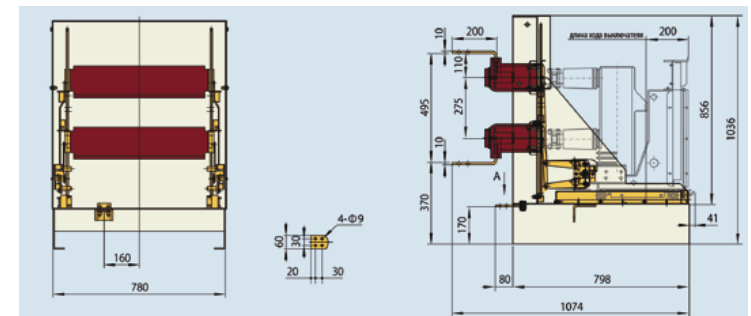

Рис. 6.6 Монтажные размеры ZN63A-12
6.3 Монтажные размеры со съемным выключателем ZN63A-12 и клапаном (см. рис. 6.6)